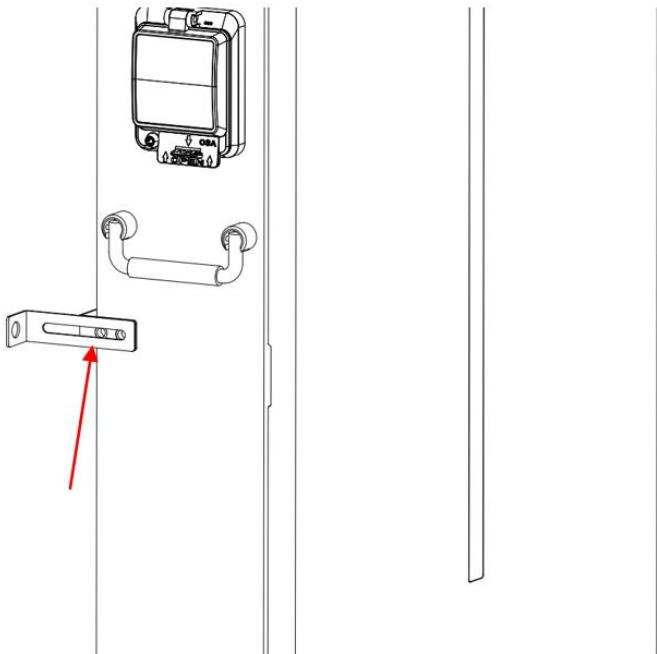

Abbildung 5-6
d) Drehen Sie die linken und rechten Schrauben auf die entsprechende Position, dass die Batterie senkrecht zum Boden steht. Der Spielraum links und rechts des Batteriepacks beträgt 15,5 - 54 mm, der kürzeste Wandabstand 15,5 mm und der weiteste Wandabstand 69,5 mm wie in Abbildung 5-6 dargestellt.